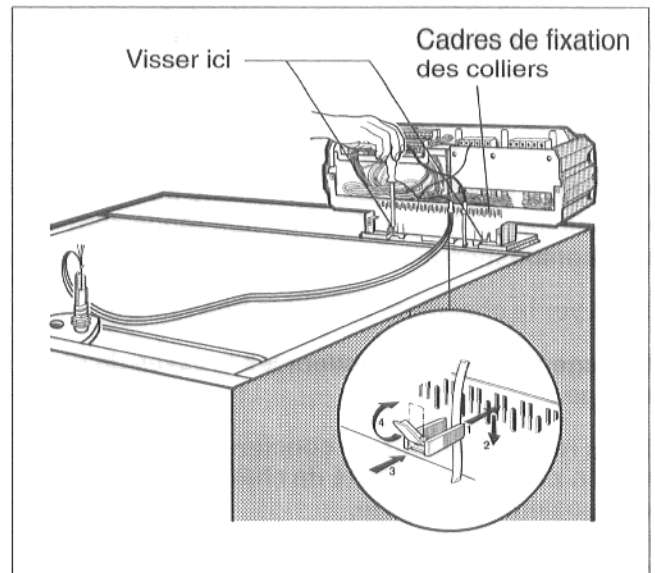

Fig. 53
- Fixer le socle du module de régulation sur la tôle de raccord dans la conduite de câbles à l'aide de 2 Vis Parker, une à droite et une à gauche (Fig. 53).